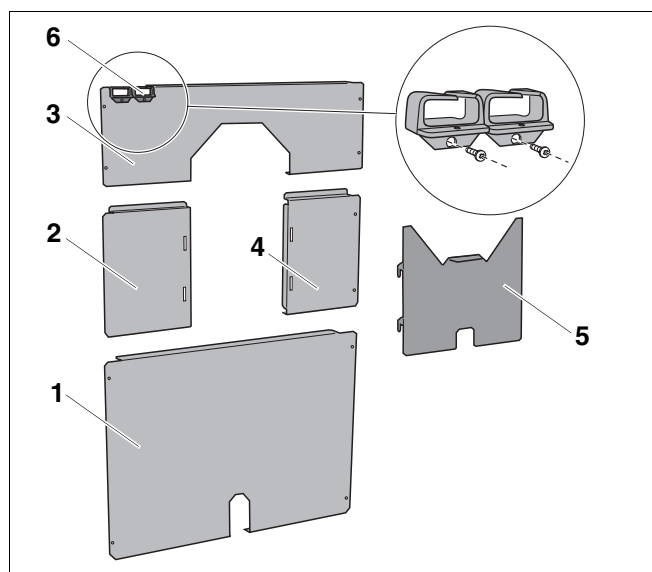

Рис. 42 Задняя стенка из 5 элементов
- нижний элемент задней стенки (рис. 42, поз. 1)
- средняя левая задняя стенка (рис. 42, поз. 2)
- верхний элемент (рис. 42, поз. 3)
- средняя правая задняя стенка (рис. 42, поз. 4)
- накладная пластина для задней стенки (рис. 42, поз. 5)
- 2 кабельных ввода (рис. 42, поз. 6)
- Установить кабельные вводы (рис. 42, выноска), закрепив их винтами к верхней задней стенке (рис. 42, поз. 3).